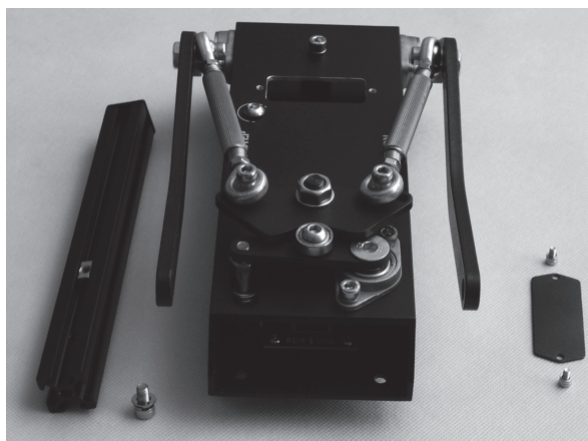

Рис. 2.3.
2. Открутите винты, крепящие фальшпанель к корпусу и снимите ее (рис. 2.3).